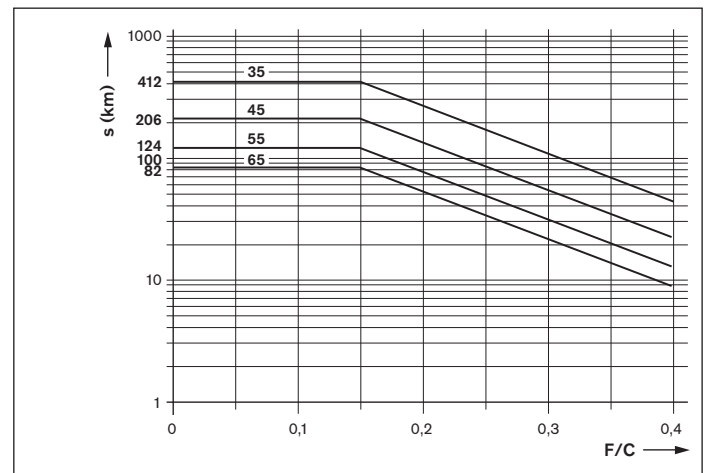

Figura 2: intervallo di rilubrificazione
- ▶ Introdurre la quantità minima secondo tabella 4 nel raccordo di lubrificazione fino a raggiungere l'intervallo di rilubrificazione (figura 2).
- ▶ Introdurre la quantità minima secondo tabella 4 in ogni raccordo di lubrificazione fino a raggiungere l'intervallo di rilubrificazione (figura 2). Rilevare il necessario numero di impulsi ed il ciclo di lubrificazione come descritto per la rilubrificazione (corsa normale).
Avvertenze: Il numero di impulsi necessario corrisponde all'intero quoziente risultante dalla quantità minima per la rilubrificazione in base alla tabella 4 e dalla dimensione selezionata del distributore a stantuffo secondo tabella 5. La dimensione minima ammissibile del distributore a stantuffo non dipende dalla posizione di montaggio. Il ciclo di lubrificazione conformemente alle formule 1 risulta dalla divisione dell'intervallo di rilubrificazione (secondo figura 2) per il numero di impulsi rilevato (fare riferimento all'esempio di progettazione).